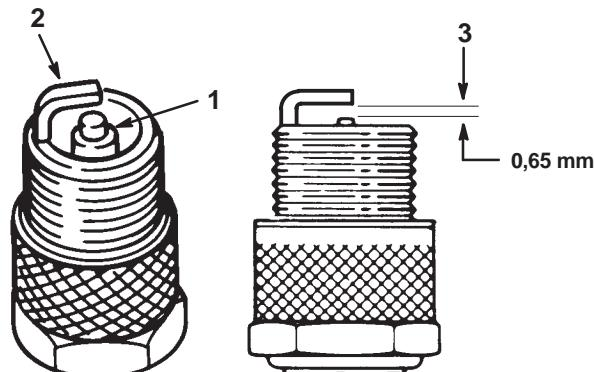

Figure 29
- Inspectez le centre des bougies (Fig. 29). Si le bec de l'isolateur est recouvert d'un léger dépôt gris ou brun, le moteur fonctionne correctement. S'il est couvert d'un dépôt noir, c'est généralement signe que le filtre à air est encrassé.
- Contrôlez l'écartement entre l'électrode centrale et l'électrode latérale (Fig. 29). Courbez l'électrode latérale (Fig. 29) si l'écartement est incorrect.